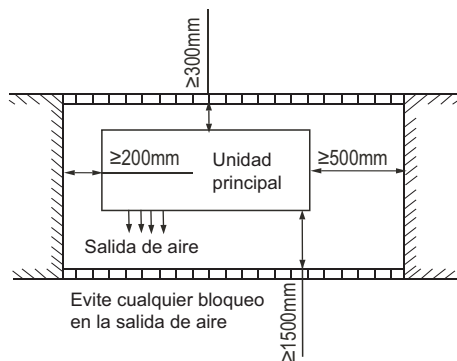
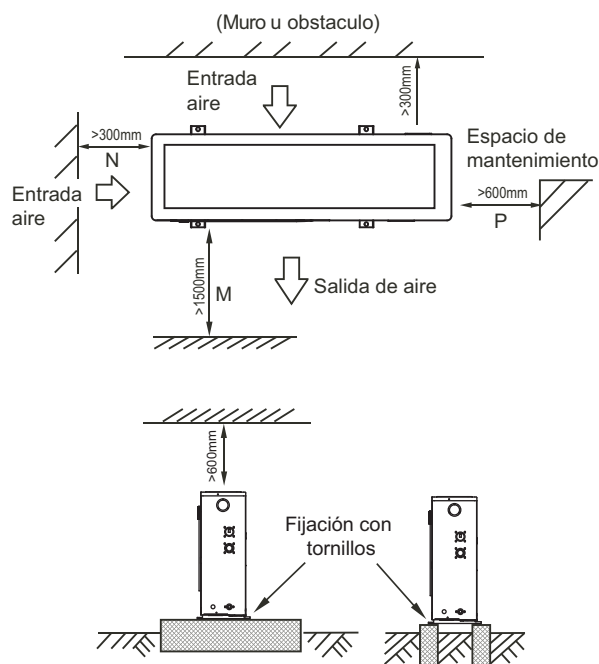

Fig.3-1
Fig.3-2
- Asegúrese de disponer de suficiente espacio para la instalación y el mantenimiento. (Vea las figuras FIG. 3-1, FIG. 3-2)